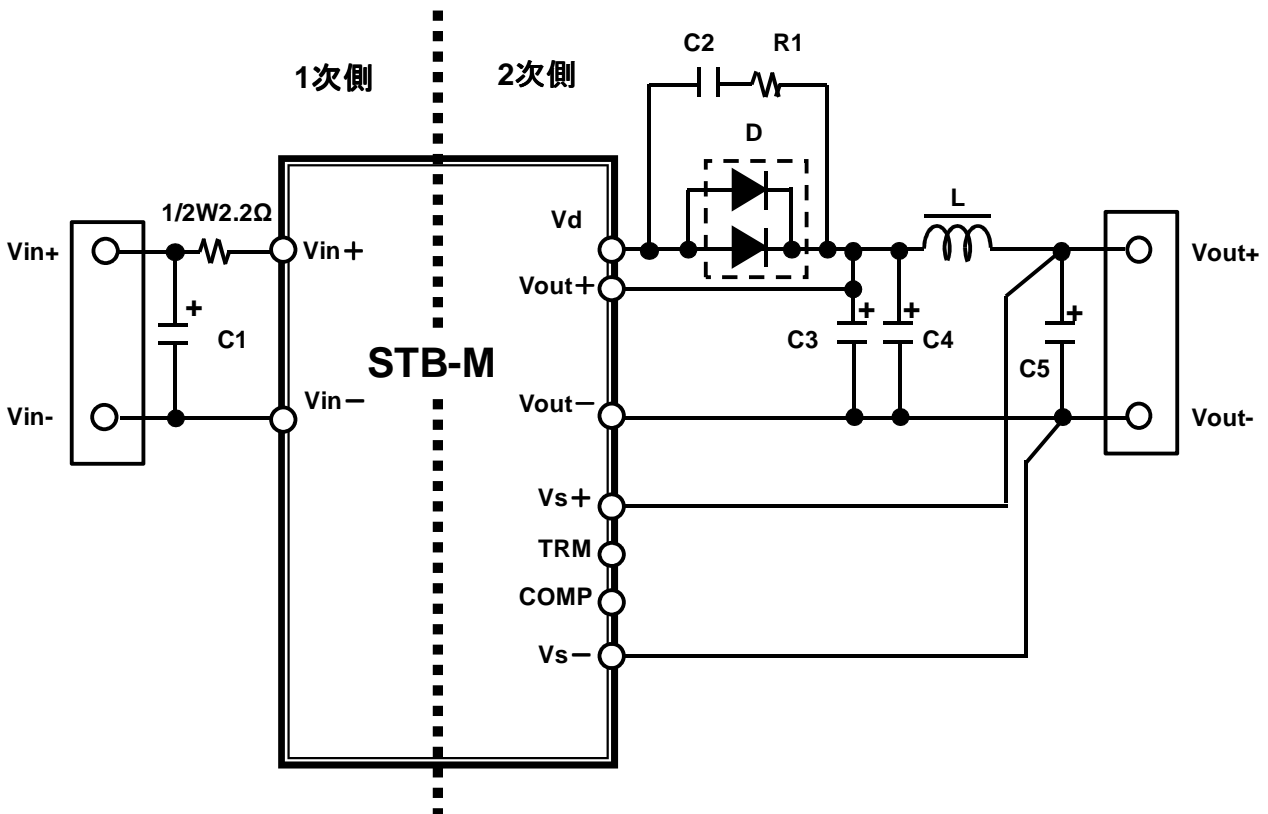

図4. 標準アプリケーション
- ◆出力リップル電圧低減のために、 $\pi$ 型のフィルタ構成とすることを推奨します。(図4をご参照ください)